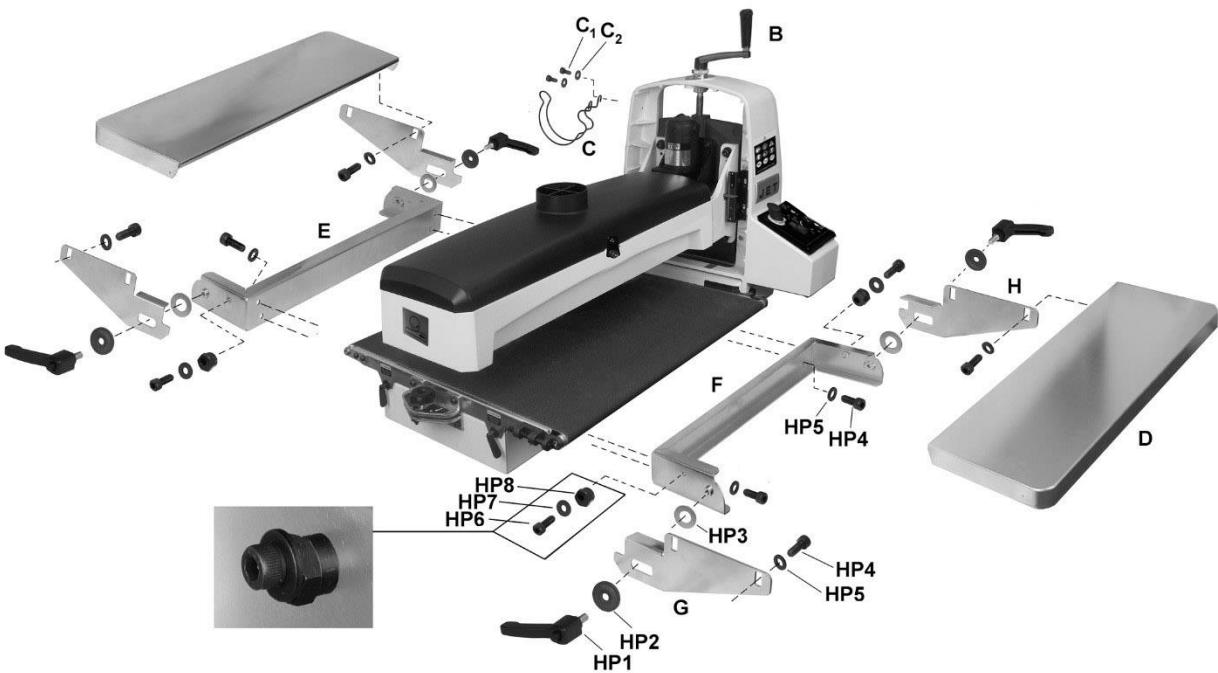

Рис. 6-3: Схема сборки станка и ПРИОБРЕТАЕМЫХ ОТДЕЛЬНО столов подачи/разгрузки
- Наденьте ручку регулировки высоты барабана (B, Рис. 6-3) на вал и затяните установочный винт.
- Прикрутите держатель шланга (C) с помощью винтов и шайб (C1/C2).
- Прикрутите к станку кронштейны для столов подачи и разгрузки (F, E, Рис. 6-3) с помощью винтов с внутренним шестигранником и плоских шайб (HP4/5). Проверьте, чтобы и левый, и правый кронштейны были установлены так, как показано на рисунке. Кронштейны должны плотно прилегать к поверхности станка. ПРИМЕЧАНИЕ: длинный кронштейн устанавливается спереди (стол подачи), короткий – сзади (стол разгрузки).